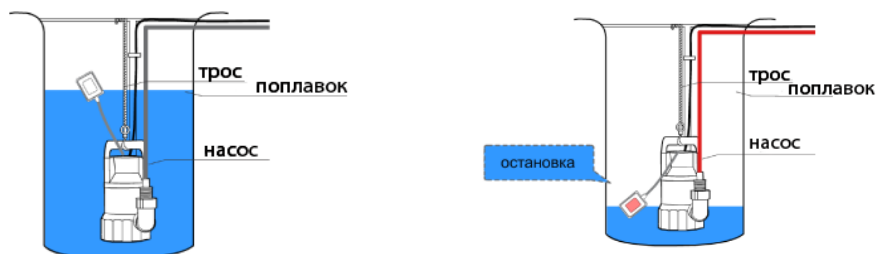

рис.2
6.3 Насос оснащён поплавковым выключателем, который отрегулирован на определённый уровень отключения/включения насоса, как изображено на рис.2. Убедитесь, что при минимальном уровне воды насос отключается.